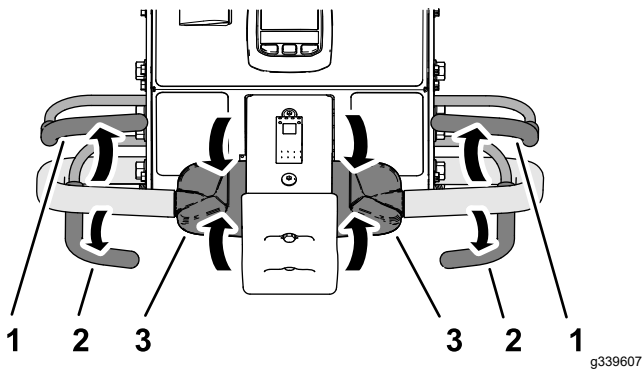

图 86
1. 如果要打孔应松开打孔把手图 86 以升起打孔头请参阅 升起打孔头 \(页码 40\)。